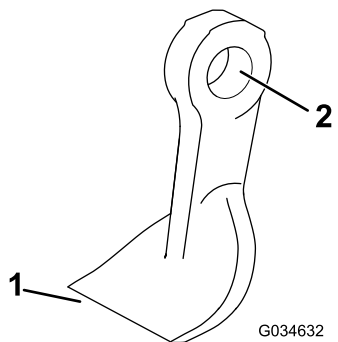

Figura 21
3. Inspeção cada lâmina para detetar danos, dando particular atenção aos fixadores, à extremidade de corte e ao orifício de instalação (Figura 21). Substitua todas as lâminas e fixadores danificados.